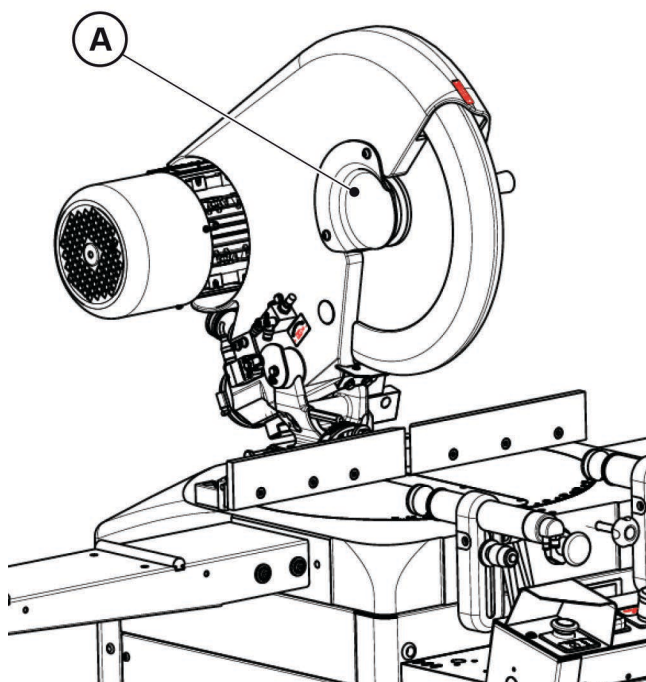

Fig. 09-06
- Retirer le carter externe couvre-bride "A" (Fig. 09-06) en intervenant sur les 2 vis de fixation.